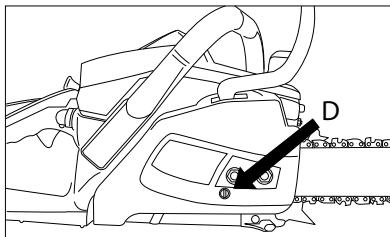

Рис. 11
1. Послабте гайки кріплення шини (захисної кришки разом зі щитком гальма), поверніть регулювальний гвинт (D) за годинниковою стрілкою, щоб натягнути ланцюз. Щоб зменшити натяг ланцюза, поверніть регулювальний гвинт (D) проти годинникової стрілки. Переконайтесь в тому, що ланцюз розташовано по всій периферії шини (рис. 11).